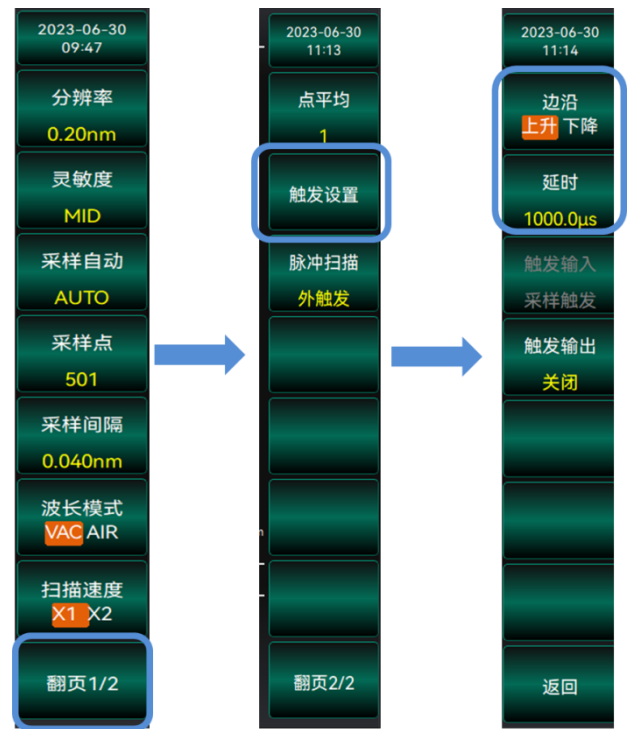

图 3.18 外触发设置示意图
9. 选择【触发设置】，显示触发条件的设置相关菜单，如图 3.18 所示。